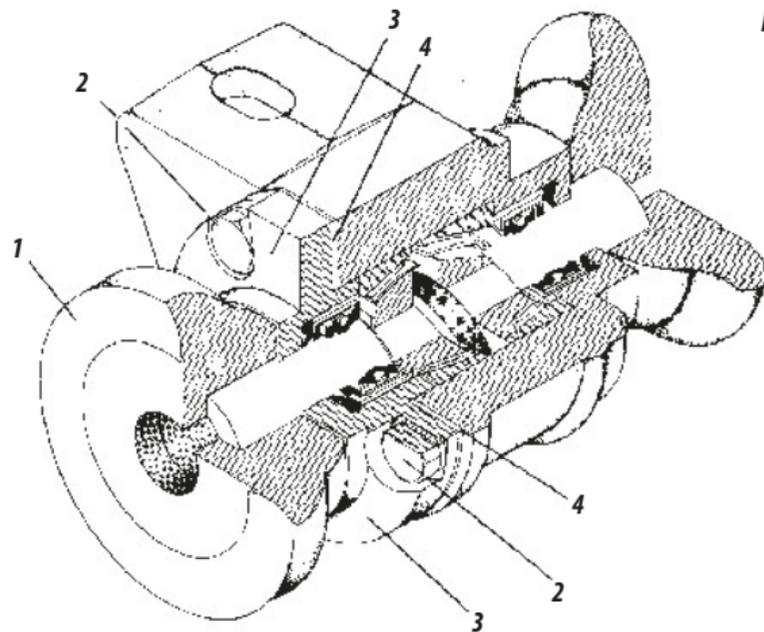

Figura 19
- Retirar a arruela (1), figura 19;
- Soltar os parafusos (2), e retirar a tampa (3);
- Retirar 1 ou 2 juntas (4), da tampa do mancal;